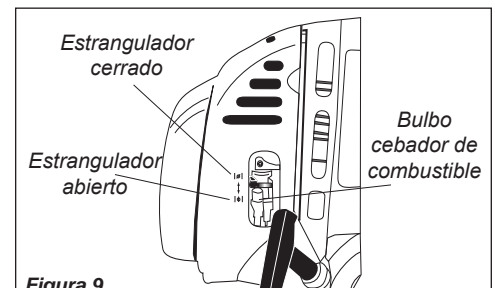

Figura 9
3. **Con motor frío únicamente.** Pare el motor moviendo hacia arriba la palanca del estrangulador. (el estrangulador está cerrado). Consulte la Figura 9.